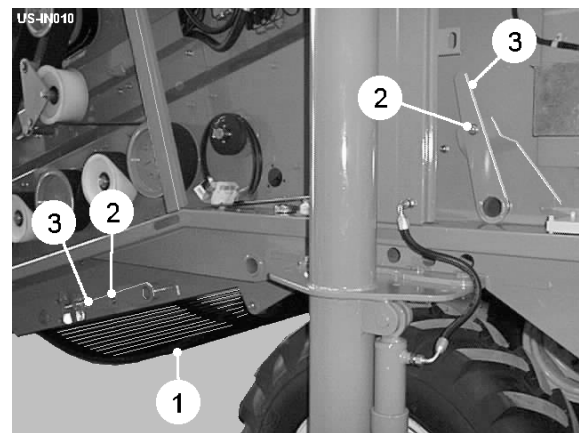

Fig 9
Underweb (item, fig 9) monteret under stjernerne overfører stenene og klodsens til tværtransportøren. En række bæltter er tilgængelige, der passer til forskellige forhold. Manuelle omrørere foran og bag er monteret, som kan justeres for at øge / mindske mængden af omrøring. For at justere skal du fjerne holderboltene (item 2 fig 9) og dreje omrøringsgrebene (item 3, fig 9) til den ønskede position. Ved at dreje omrøringsgrebene med uret mindskes omrøringen.